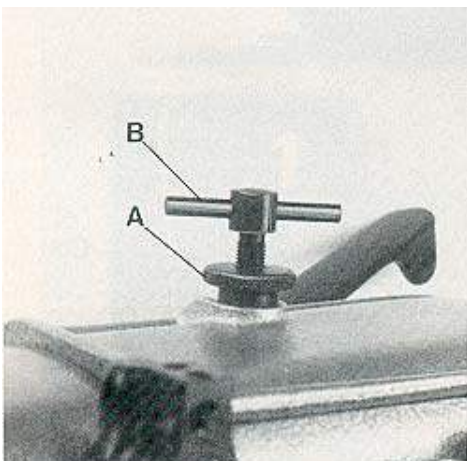

Fig. 24
Rotate handwheel until the lower feed dog is below the throat plate. Loosen knurled nut (A, Fig. 24) and turn out T-screw (B) until it does not exert any pressure on the leaf springs. In this position, the pressure exerted on the presser foot should be so strong that the presser foot bottom and the front end of the presser foot tongue rest squarely on the throat plate.
Gire el volante hasta que el transporte inferior se encuentre debajo de la plancha de la aguja. Afloje la tuerca (A, Fig. 24) y afloje el tornillo (B) hasta que no haga más presión contra los muelles. En esta posición la presión al pie prensatela debería ser tal que la planta del pie prensatela y la parte delantera de la lengüeta del pie prensatela se apoyen plano en la plancha de aguja.
Now turn in T-screw (B, Fig. 24) until the necessary presser foot pressure for proper feeding is exerted (determine by sewing tests). Secure this setting with the knurled nut (A), which simultaneously fastens the upper arm cover. Remount the face cover and the finger guard.
Ahora apriete el tornillo (B, Fig. 24) hasta que haya suficiente presión al pie prensatecla para el transporte de la tela (compruebe con ensayos de costura). Apriete esta posición con la tuerca (A), con la cual se fija simultáneamente la tapa superior en el brazo de la máquina. Coloque otra vez la tapa lateral en el brazo y el protector de los dedos.